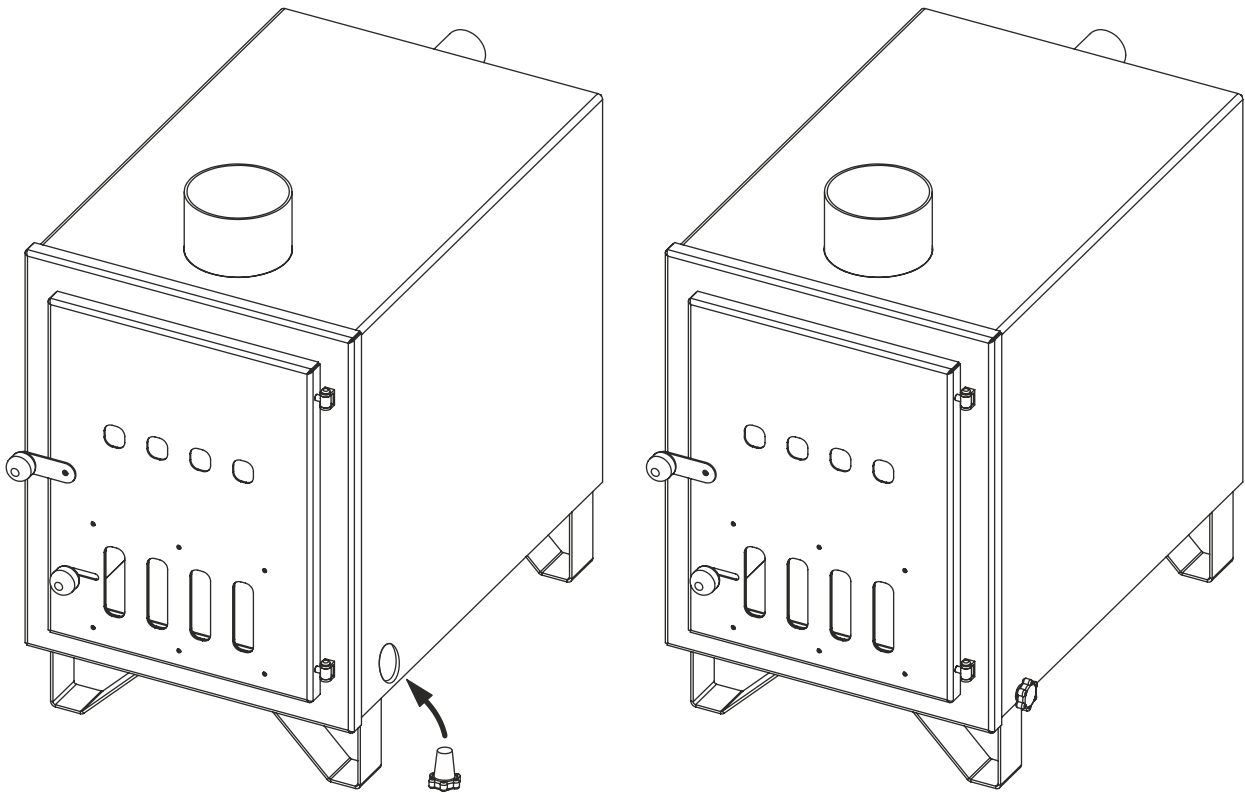

Figure 9
- Fermez le robinet de la cuve thermique et le bouchon du poêle extérieur (le bouchon du poêle extérieur se trouve à l'intérieur du poêle). Voir Figures 9 et 10.